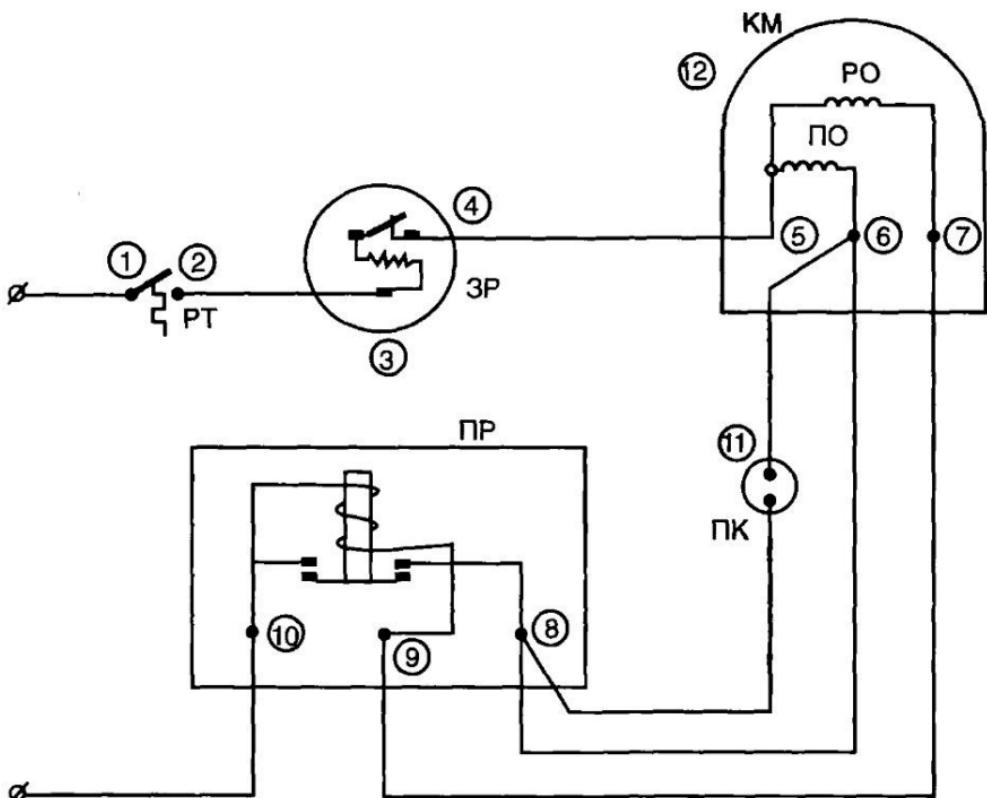

Рис. 127. Электросхема герметичного однофазного компрессора с пускозащитным токовым реле (с двумя клеммами):
Пускозащитное токовое реле имеет нормально открытые контакты, которые замыкаются под воздействием электромагнитной катушки. Размыкаются они под действием силы тяжести, поэтому реле должно быть правильно установлено. Это реле используют в электросхеме герметичных однофазных компрессоров холодопроизводительностью до 0,4 кВт. Для проверки схемы этого типа (рис. 127) выполняют следующие операции.
13.3.5. Проверяют цепь между точками 1 и 2 (см. рис. 127). Если цепь разомкнута, то контакты реле температуры открыты. Замыкают контакты, вращая рукоятку реле температуры. Если цепь замкнулась, продолжают проверку. Если цепь осталась разомкнутой, заменяют реле температуры.